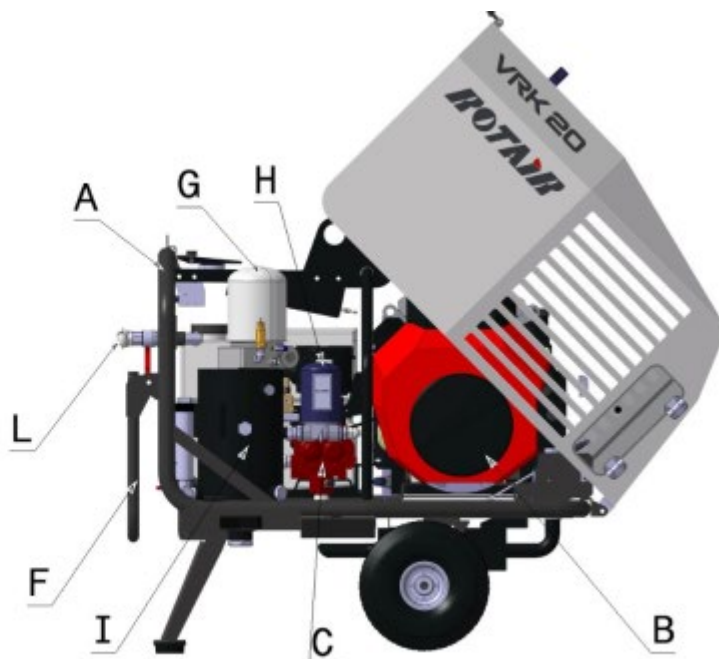

Figura 7-1
7.1 Șasiu și bară de remorcă - Figura 7-1 Partea. A și F
7.2 Motor - Figura 7-1 Partea B
7.3 Unitate de compresie și rezervor separator de ulei - Figura 7-1 Părțile C și I